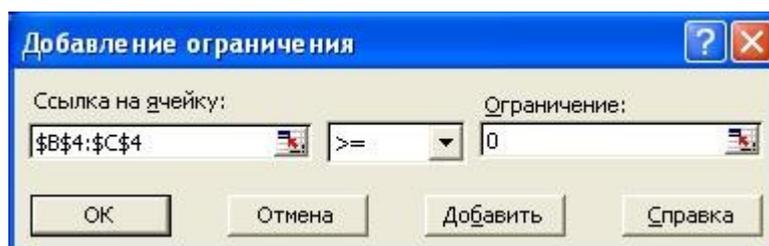

Рис.6 - Добавление условия неотрицательности переменных задачи (1)
- Нажмите кнопку «Добавить», после чего появится окно «Добавление ограничения» (рис.6).